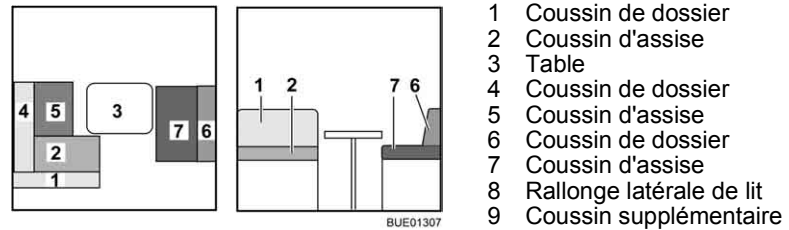

Fig. 158 Avant la transformation
- Convertir la table (Fig. 158,3) en sommier de lit (voir paragraphe 6.11).
- Enlever le coussin de dossier (Fig. 158,1) et le placer de côté.